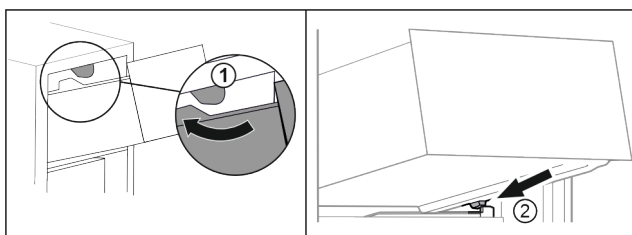

Fig. 133
- Far passare il cassetto sui fermi superiori. Fig. 133 (1)
- Applicare il cassetto inclinandolo dietro i fermi inferiori sulla nervatura del contenitore. Fig. 133 (2)